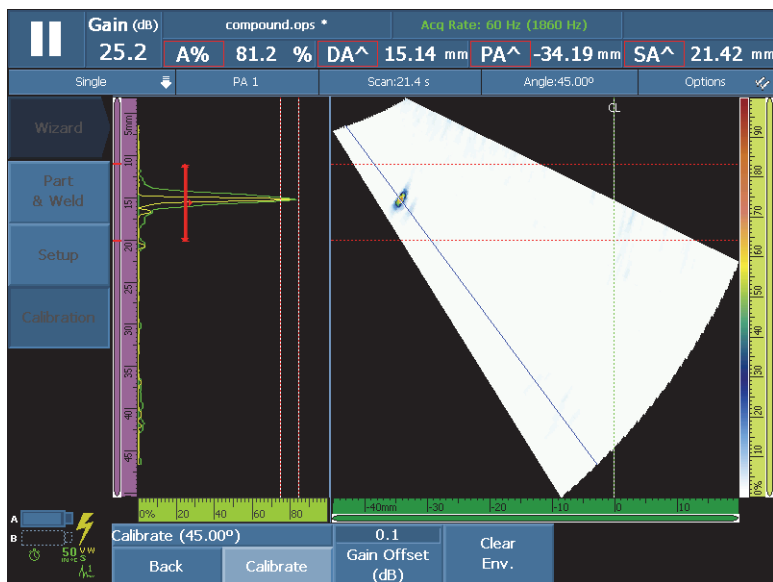

図 5-16 最初の角度の感度校正のための包絡線を形成
- a) 探触子を基準反射源の上で前後に動かしながら、包絡線を形成します (151 ページの図 5-16 参照)。